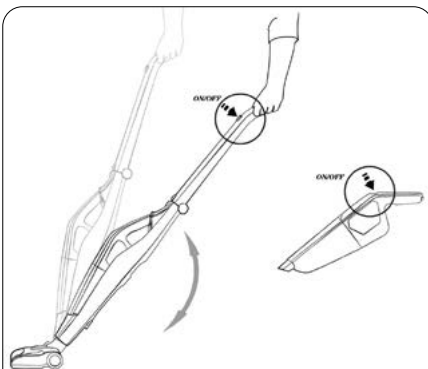

рис. 8
2. Запустіть пилосос кнопкою (6) безпосередньо на пилососі або кнопкою (1) на головній ручці (рис. 8). Кнопки працюють незалежно одна від одної, доки пилосос знаходиться в основній ручці.
4. Разом з пилососом активується електрична щітка (15) зі світлодіодами (16), які освітлюють поверхню, що пилососиться. Багатофункціональна електрична щітка підходить для прибирання всіх типів твердих поверхонь і килимів.